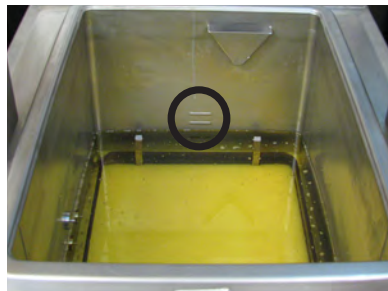

Figure 3-3
Le niveau d'huile doit toujours être plus haut que les éléments chauffants lorsque la friteuse chauffe ainsi qu'au niveau des indicateurs de niveau d'huile à l'arrière du bac (Figure 3-3). Le non respect de ces instructions peut causer un incendie et/ou endommager la friteuse.
6. Le modèle électrique nécessite 76 livres (34,5 kg) d'huile. Le bac de friture présente 2 lignes indicatrices de niveau sur la paroi arrière du bac qui indiquent lorsque l'huile chauffée est au niveau approprié. Figure 3-3.